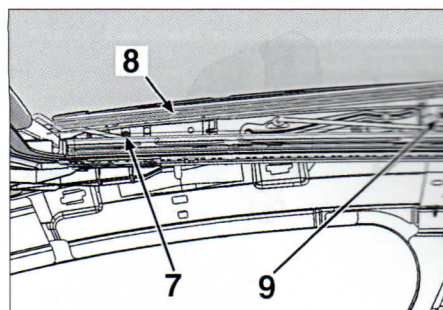

FIG. 56
Desengrapar en su parte inferior el fuelle de protección (8) y sacarlo hacia arriba (fig. 56).